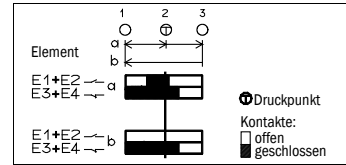

Abb. 3: Funktion (a = Betätigung, b = Rückführung aus Stufe 3)
- Durch Loslassen des Stellteils oder Durchdrücken über den Druckpunkt hinaus wird die Zustimmfunktion aufgehoben. Bei Rückführung von Stufe 3 in Stufe 1 (siehe „b“ in Abb. 3) wird die Zustimmfunktion nicht wirksam.